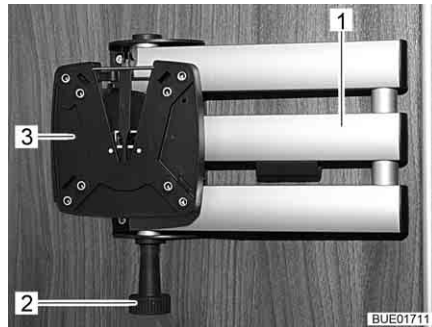

Bild 71 Fäste med ledad arm
- Dra i låsknappen (Bild 71,2). Den ledade armen (Bild 71,1) är upplåst.
- Vrid tillbaka den platta bildskärmen till utgångsläget, tills fästet (Bild 71,3) hakar hörbart fast i låset.